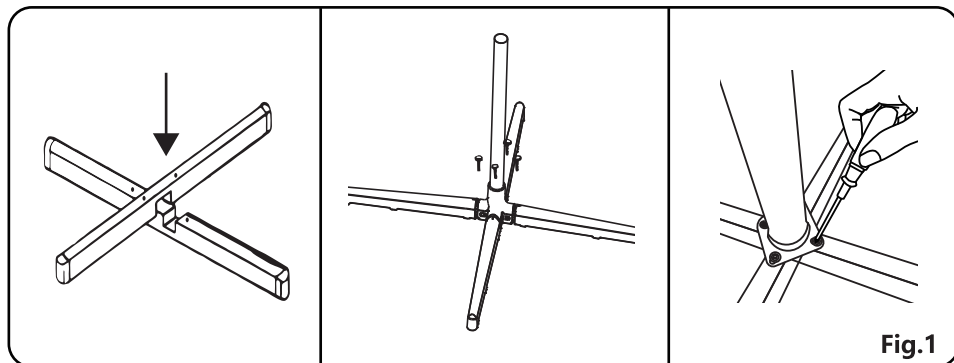

Fig.1
1. Allentare le 4 viti preinstallate nella rondella del supporto. Sovrapporre le due parentesi nello slot. Quindi, assemblare il supporto sulla base X utilizzando le viti originali. (Fig. 1)